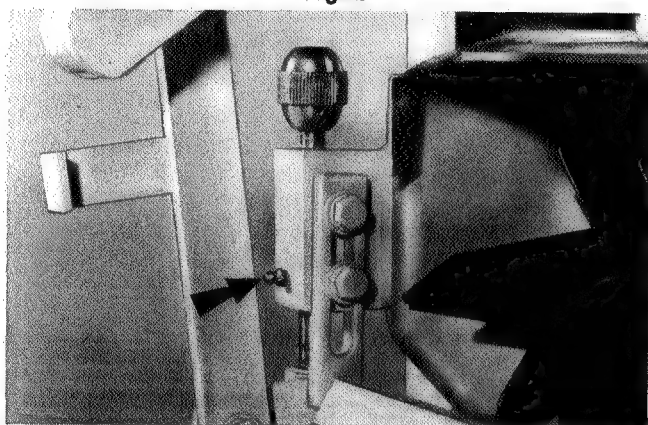

Fig.66
2. Grease sparingly the front roll adjusting rod (Fig. 66).
2. Vorderseite der Einstellstange sparsam fetten (Fig. 66).